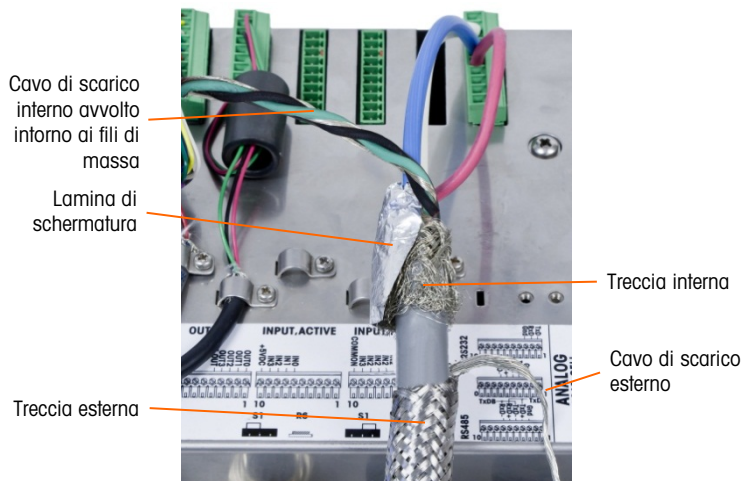

Figura 2-67: POWERCELL PDX Cavo generale, contenitore con montaggio a pannello
4. Arretrare la treccia esterna e piegare la treccia interna tagliata e la lamina di schermatura in modo uniforme sul bordo della guaina isolante del cavo, come in Figura 2-67.